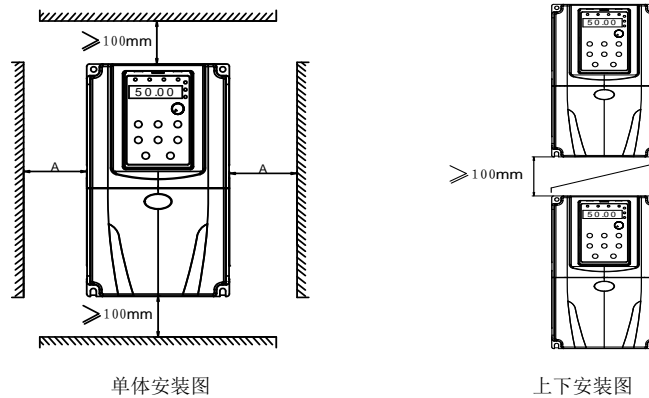

图 3-1 AE300 变频器安装示意图
- 1) 请垂直安装变频器，便于热量向上散发，但不能倒置。若柜内有较多变频器时，最好是并排安装。在需要上下安装の場合，请参考图 3-1 的示意，安装隔热导流板。
- 2) 安装空间遵照图 3-1 所示, 保证变频器的散热空间; 但布置时请考虑柜内其它器件的散热情况。